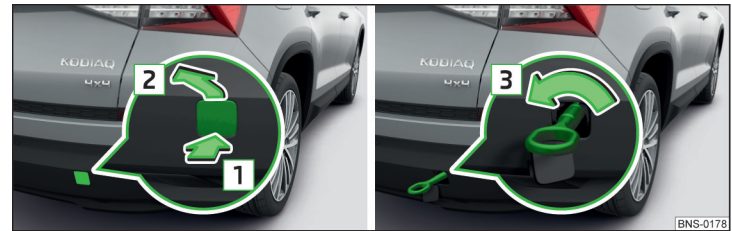

Abb. 353 Abdeckkappe abnehmen / Abschleppöse einbauen
- Zum **Abnehmen** auf die Abdeckkappe in Pfeilrichtung **1** drücken und diese in Pfeilrichtung **2** abnehmen » Abb. 353.
- Zum **Einbauen** die Abschleppöse von Hand in Pfeilrichtung **3** » Abb. 353 bis zum Anschlag einschrauben » **!**.